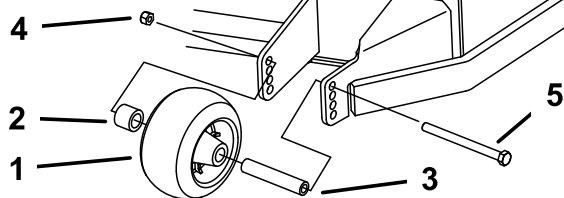

Figure 22
3. Après avoir réglé la hauteur de coupe, réglez les galets en retirant l'écrou à collerette, la bague, l'entretoise et le boulon (Figure 22, Figure 23 et Figure 24).
5. Posez l'écrou à embase, la bague, l'entretoise et le boulon. Serrez à 54–61 Nm (40–45 pi-lb) (Figure 22, Figure 23 et Figure 24).